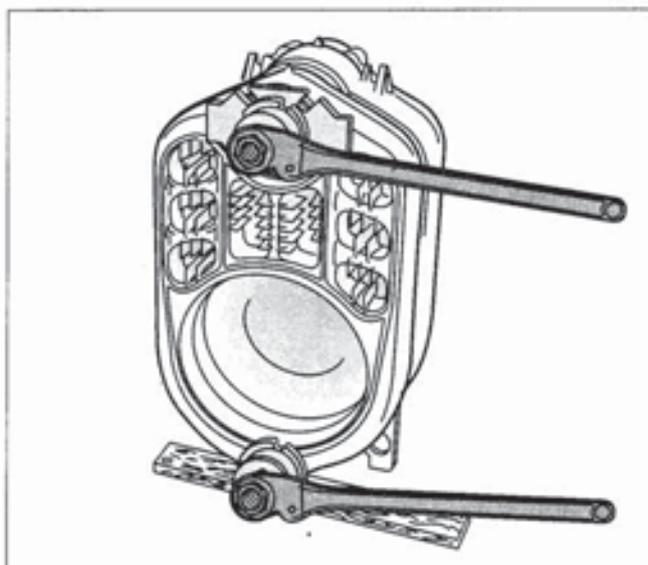

Abb. 10 Beispiel: G215 – vorne
- Presswerkzeug in der oberen und unteren Kesselnahe zentrieren und leicht anziehen (Abb. 10: Beispiel G215).